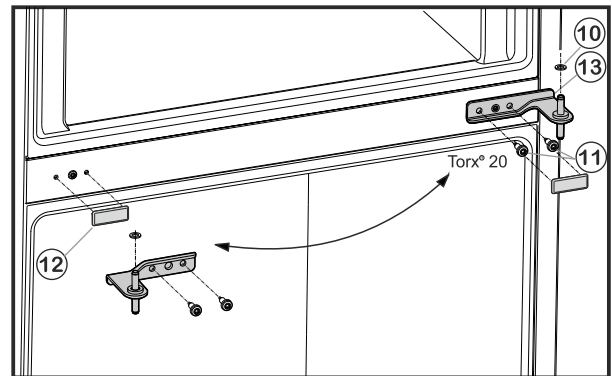

Fig. 5
- Keerake kinnituskruvid Fig. 5 (11) välja (2 tk Torx® 20) ja tõmmake keskmine laagritugi alumisest uksest välja.
- Võtke plastmass-seib Fig. 5 (10) maha.
- Tõmmake kate Fig. 5 (12) ettevaatlikult maha.
- Pange kate Fig. 5 (12) vastasküljel peale tagasi.
- ▶ Pange keskmine laagritugi Fig. 5 (13) 180° võrra pööratult alumise ukse sisse ja keerake kinnituskruvidega Fig. 5 (11) (2 tk Torx® 20) uuel šarniiriküljel **tugevasti (4 Nm)** külge.
- ▶ Pange plastmass-seib Fig. 5 (10) peale tagasi.
- ▶ Asetage ülemine uks keskmisele laagritoole Fig. 5 (13).